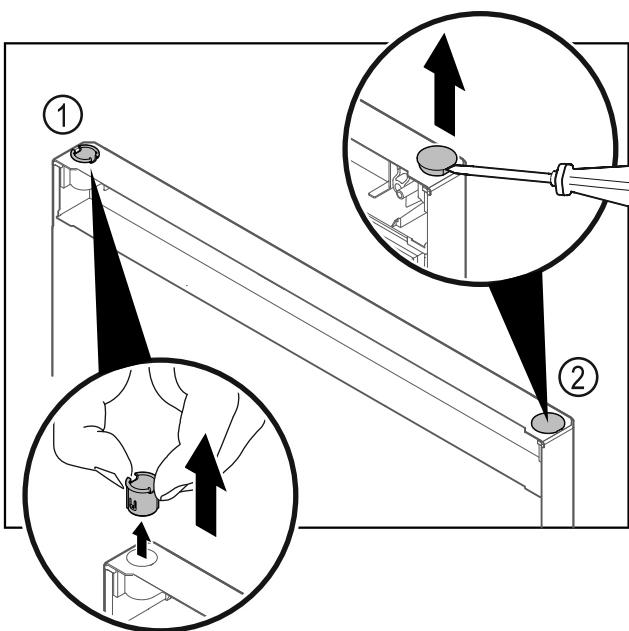

Fig. 22 Ușa frigiderului
- Extragăți bucșa balamalei Fig. 22 (1) cu degetele.
- Ridicați dopul de acoperire Fig. 22 (2) cu precauție cu o surubelnită dreaptă și extrageți-l.